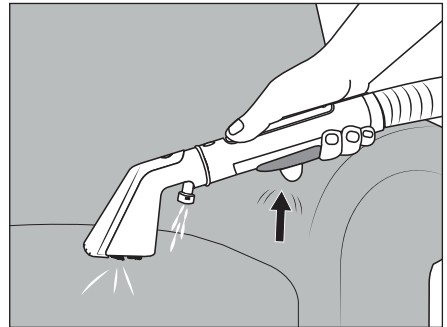

Fig. 6
- ♦ Hold polstermundstykket **22** 2-3 cm over området, der skal rengøres, og tryk på sprøjteknappen **20** for at sprøjte vand/rengøringsopløsning ud af sprøjtemundstykket **26** (se fig. 6).